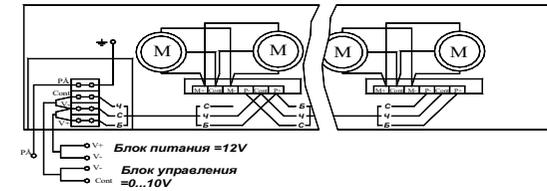

Рис.4
- 5.4. Для базового исполнения конвектора произвести электрическое подключение конвектора к источнику питания и управляющего напряжения Рис.4.